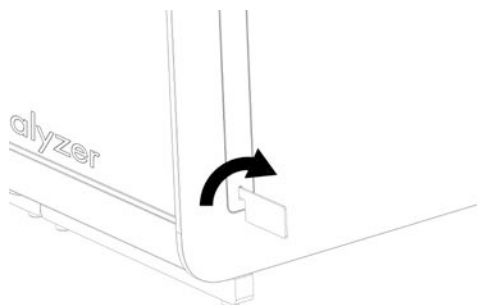

Рис. 5. Знімання захисних кришок.
2. Зніміть захисні кришки з боку аналітичного модуля за допомогою відповідного знімача, що постачається в комплекті з аналізатором КВІАстат-ДКс (QIAstat-Dx) 1.0 (рис. 5).